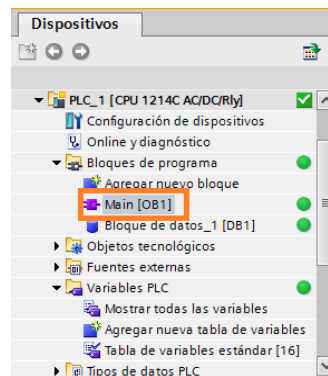

Figura 107: Pantalla principal para crear bloque de datos.
9. Dirigirse a “Dispositivos” a la opción “Main [OB1]” Figura 107.